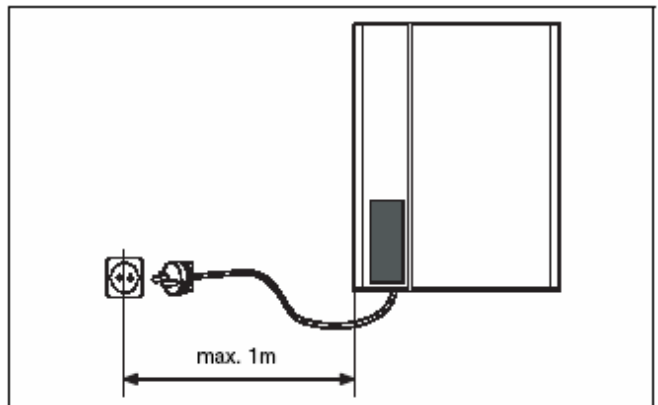

Рис. 11 Подключение к сети
- Подключение к сети осуществляется встроенным сетевым кабелем (1 м) с вилкой к розетке с защитным контактом (рис. 11).